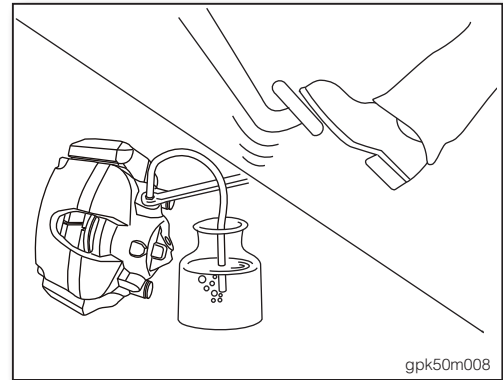

图12
1. 连接一条塑料管至制动钳总成的放气螺栓上，将塑料管的另一端放入容器中(如图12)。